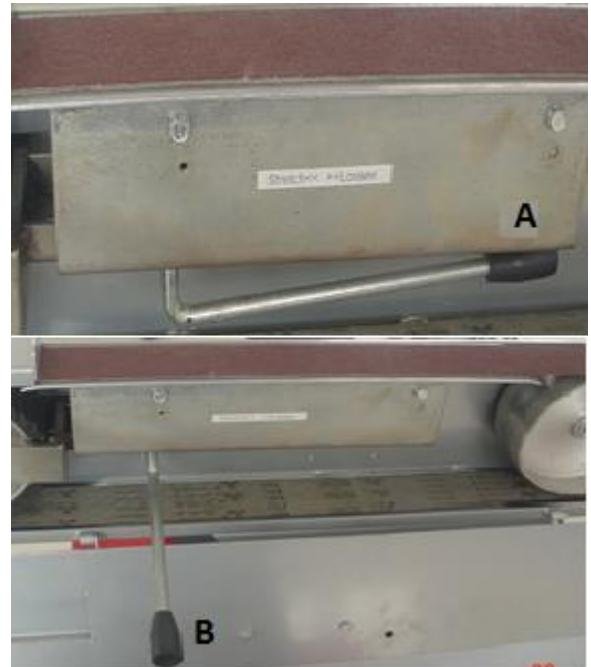

Abb. 8
4. Versetzen Sie den Hebel zum stellen der Spannung (Abb.8) von Position A in Position B um die Spannung von dem Riemen zu holen.